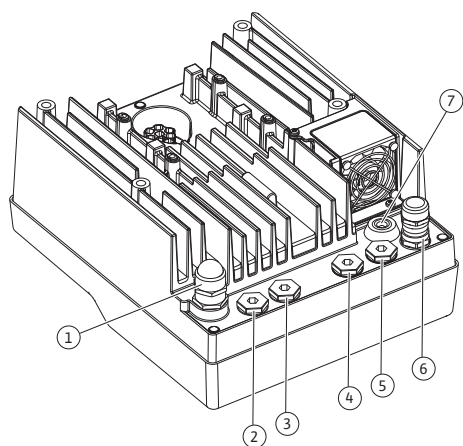

Fig. 18: Kabelio priveržikliai/kabelių įvadai
4. Sujungimo kabelis jungiamas per kabelio priveržiklį M25 (Fig. 18, poz. 1). Kabelio priveržiklį prisukite pagal atitinkamą sukimo momentą.